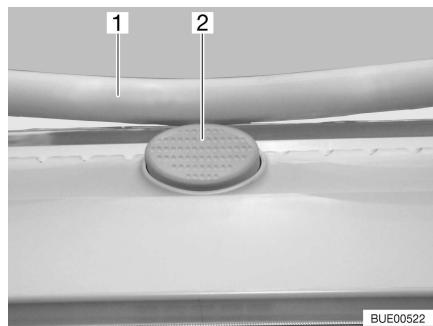

Fig. 34 Bottone di sicurezza sull'oblò Heki
Apertura: ■ Premere il bottone di sicurezza (Fig. 34,2) e tirare verso il basso la staffa (Fig. 34,1) con entrambe le mani.
■ Premere la staffa verso l'alto con ambedue le mani, finché la staffa non poggia al di sopra del bottone di sicurezza (Fig. 34,2).
- Premere il bottone di sicurezza (Fig. 34,2) e tirare verso il basso la staffa (Fig. 34,1) con entrambe le mani.